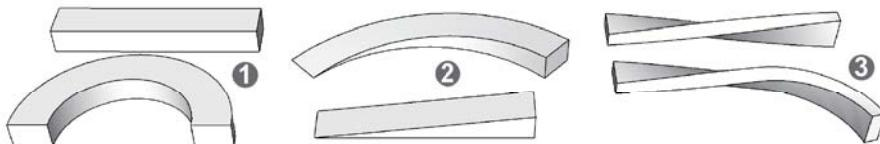

图 1.4.11 弯曲成形
SketchUp 自身并没有原生的弯曲功能，所以需借助外部插件来配合。能够在 SketchUp 中完成对几何体弯曲的插件有三四种，有能够精准完成真实弯曲的，如图 1.4.11 ①所示；还有可按照用户意图按需弯曲的，如图 1.4.11 ②所示；甚至还有可随意弯曲的，如图 1.4.11 ③所示。